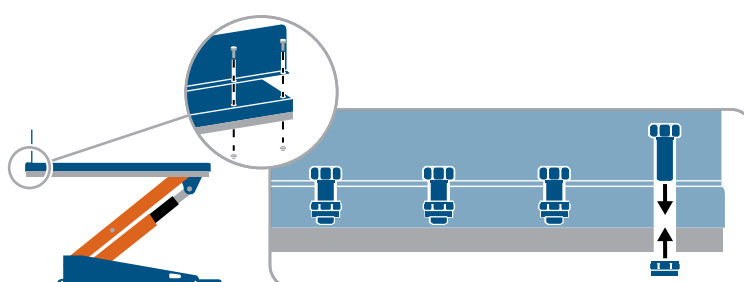

Bild 22 Montera rasskyddet med minst fyra skruvar.
15. Montera plattformens rasskydd med minst fyra skruvar. Montera med muttrar på plattformens undersida. Se bild 22.